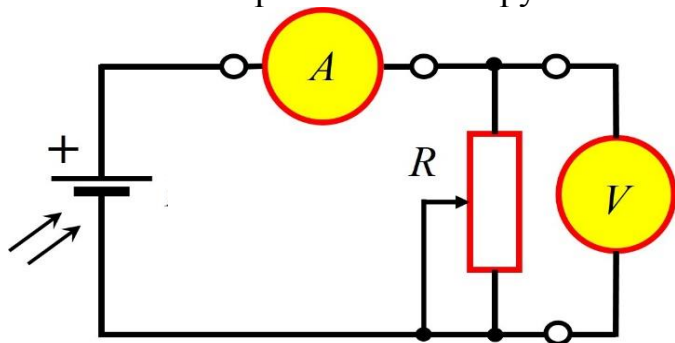

Рис. 7.16. Схема для измерения ВАХ солнечной батареи.
1. Соберите схему для измерения ВАХ солнечной батареи (рис. 7.16). В качестве вольтметра используется мультиметр М9803R в режиме измерения напряжения, а в качестве амперметра – мультиметр DT-830B в режиме измерения силы тока.